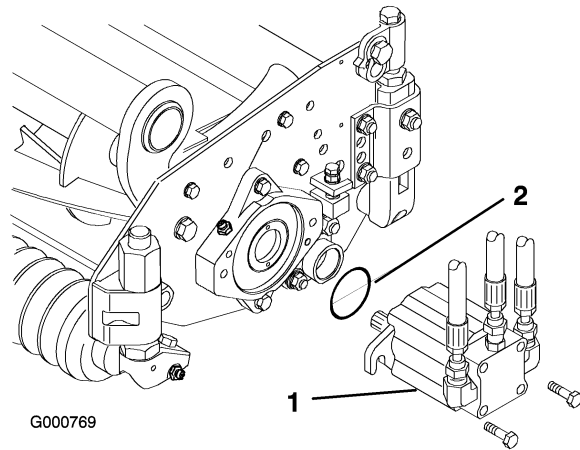

Figure 7
3. Lubrifiez et montez un grand joint torique dans la rainure du logement de roulement à chaque extrémité du plateau de coupe (Fig.Figure 4 et Figure 7).
13. Montez le moteur du côté entraînement du plateau de coupe et fixez-le avec deux vis d'assemblage fournies (Figure 7).